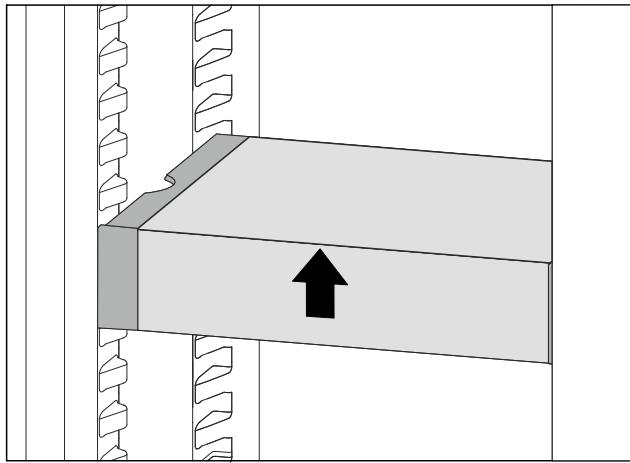

*Fig. 106*
- Поставете чекмеджето на VarioSafe зад ограничителите върху желаното ребро *Fig. 106 (1)* или *Fig. 106 (2)*.